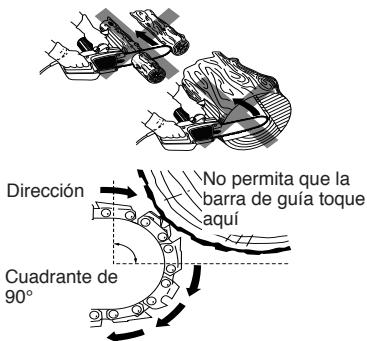

Figura 1 - Ejemplo del peligro de contragolpe:
- No permita que el extremo de la barra de guía toque nada mientras la cadena se halle en movimiento (vea la Figura 1).